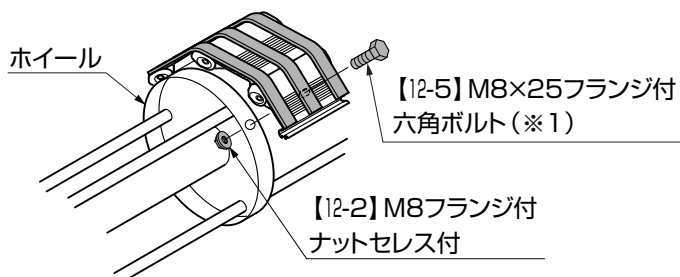

図5-5
- ③【12-2】、【12-5】で上部アルミスラットとホイールを固定してください。(図5-5参照)